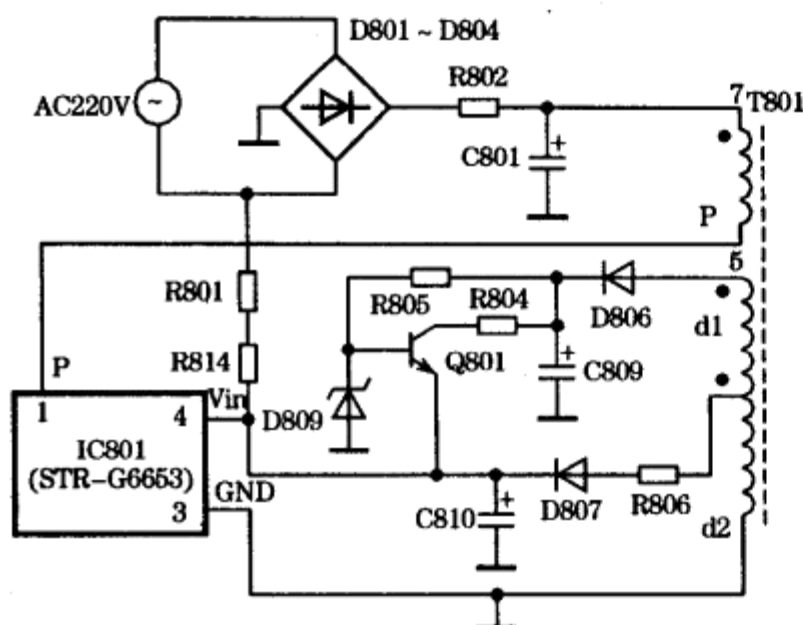

图2
1 第④脚VIN输入端：接开关电源的启动电路。开关电源的启动电路原理图如图2所示。
由图5可知，随着输出电流增加，变压器中激励电流增加， $V_{in}$ 略有上升。当开关管关断瞬间，绕组中会产生冲击电压，这个冲击电压通过绕组d2，经D807、C810使 $V_{in}$ 电压异常，为了防止此现象，可以像图2中所示那样，在D807中串联R806电阻，防止冲击电流的影响。